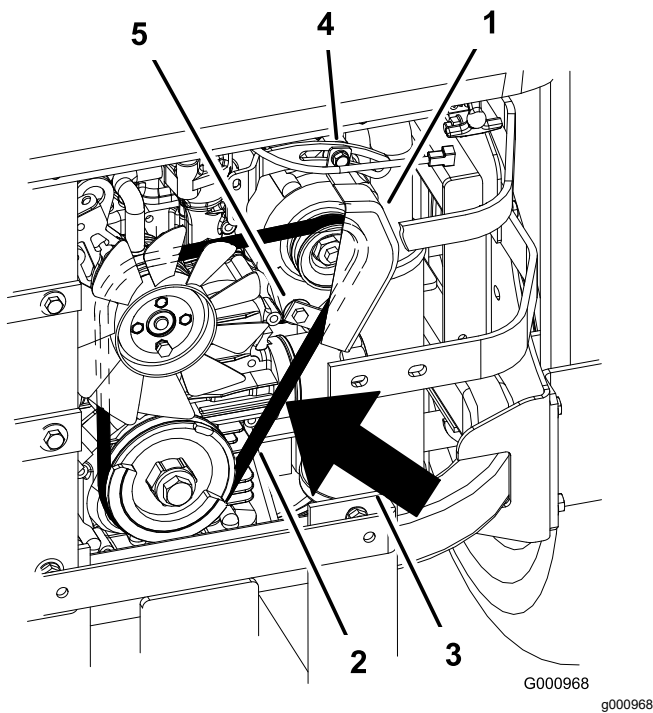

Figura 94
2. Ajuste el alternador hacia fuera hasta que quede una desviación de 7 a 9 mm en la correa entre el motor y las poleas del alternador con una fuerza de 98,3 N (Figura 94).
5. Si la desviación es correcta, apriete los pernos inferior y superior (Figura 94).